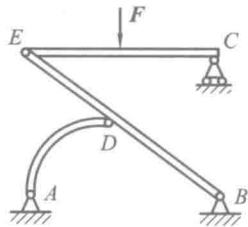

图 1.15
7. 图 1.15 所示平面结构, D、E 为铰链, 若不计各构件自重和各接触处摩擦, 则属于二力构件的是杆_____。